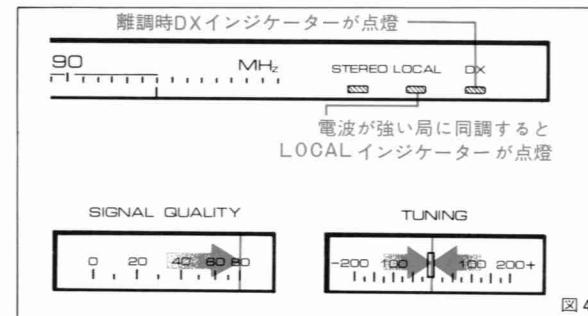

図4
④ SIGNAL QUALITY ⑯メーターの振れが最大、TUNING ⑯メーターの指針がセンターに位置するように⑥チューニングツマミを回して同調をとってください。(図4)
⑤ 放送がステレオの場合には、STEREO インジケーター③が点燈し、モノラルになると自動的に消えます。